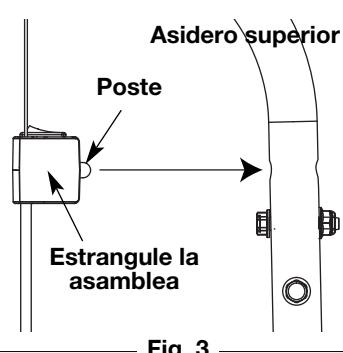

Fig. 3
- Alinee el poste del conjunto de interruptor / control del regulador con el agujero que se encuentra en el lado del mango superior (Fig. 3).